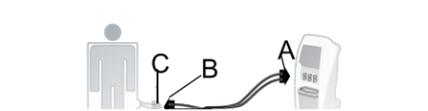

Figure 6 –
- Raccorder le tuyau (A) au port de connexion de tuyau du contrôleur (Figure 6).